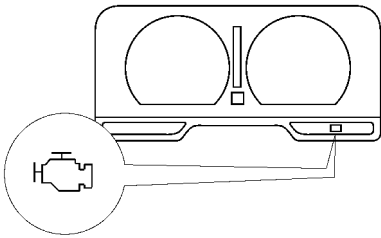

图 2-145 当点火开关在 ON 位置而发动机没起动报警灯亮
(1) 当点火开关被置于 ON 位置而发动机没有起动运转时，“CHECKENGINE”报警灯亮，如图 2-145 所示。
(2) 当发动机起动运转时，“CHECKENGINE”报警灯就熄灭。